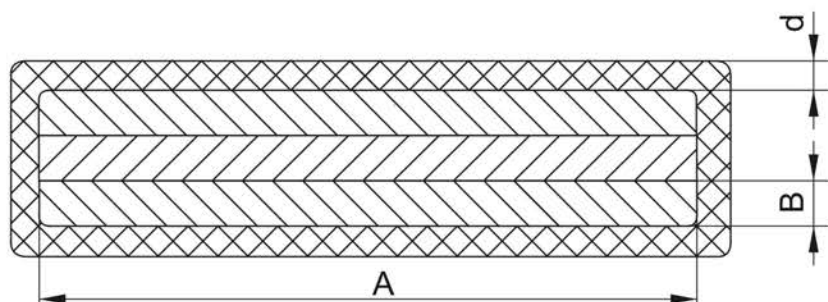

Рисунок 1
- d – толщина изоляции (рисунок 1) $2\pm0,2$ мм;